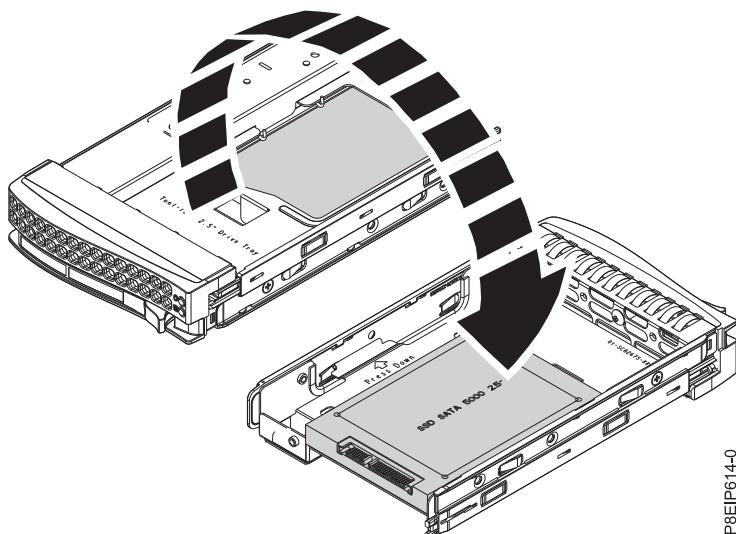
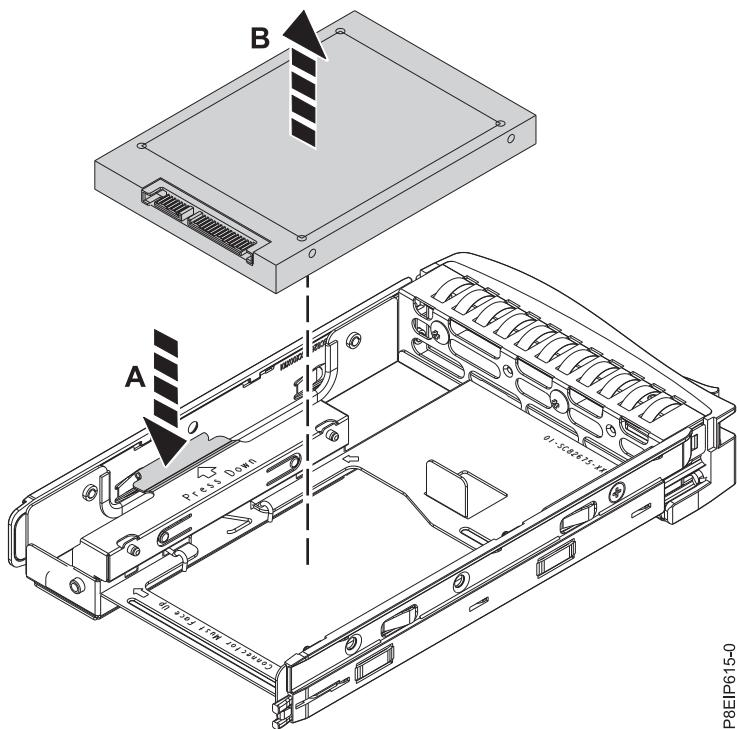

図 3. 2.5 型トレイを裏返しにする
図 4. トレイからの 2.5 型ドライブの取り外し
- a. トレイを裏返して、上面を下に向けます (図 3 を参照)。
- b. 保持スプリング (A) を開きます。
- c. 2.5 型ドライブ (B) をトレイから持ち上げます (7 ページの図 4 を参照)。